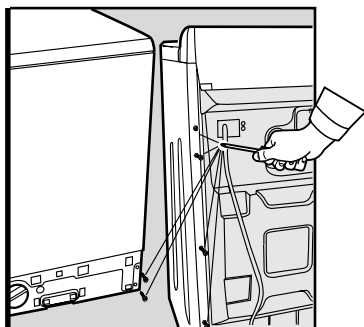

Fig. 1
2. Extraiga el zócalo y desenrosque los 2 tornillos ubicados abajo a su derecha, luego desenrosque los 6 tornillos posteriores, en este caso, a su izquierda y quite el panel lateral inclinándolo ligeramente hacia afuera. (fig 1 y 2).